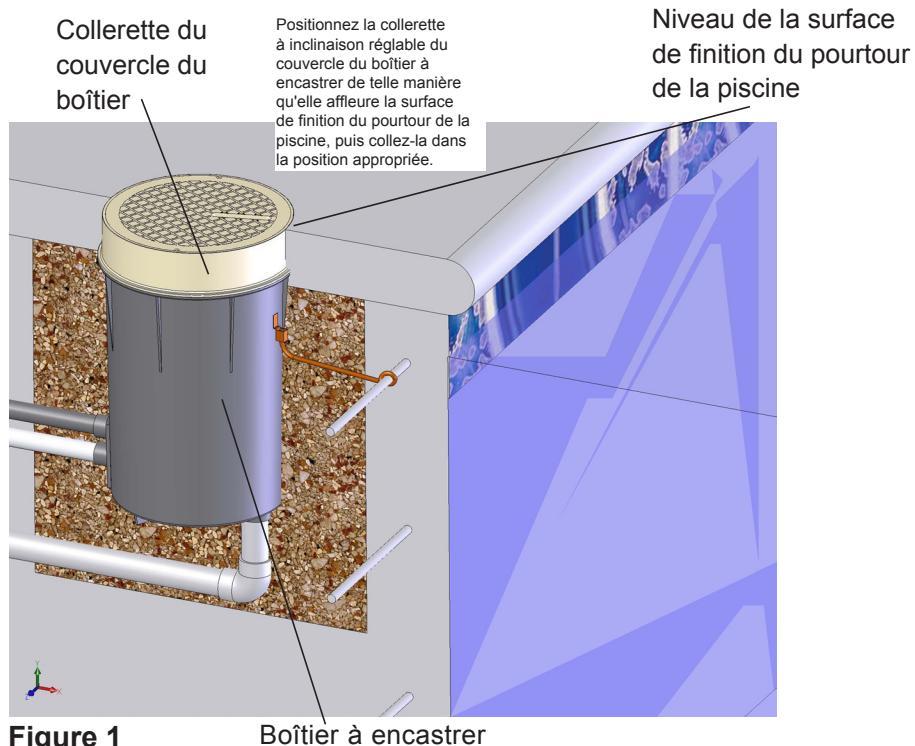

Figure 1
3. Fixez le boîtier à encastrer de telle sorte que la collerette du couvercle du boîtier soit au même niveau que le pourtour parachevé de la piscine. (Figure 1). Positionnez la collerette de telle manière qu'elle affleure la surface de finition du pourtour de la piscine. Après avoir procédé aux derniers réglages de l'inclinaison de la collerette, collez-la sur le boîtier à encastrer.